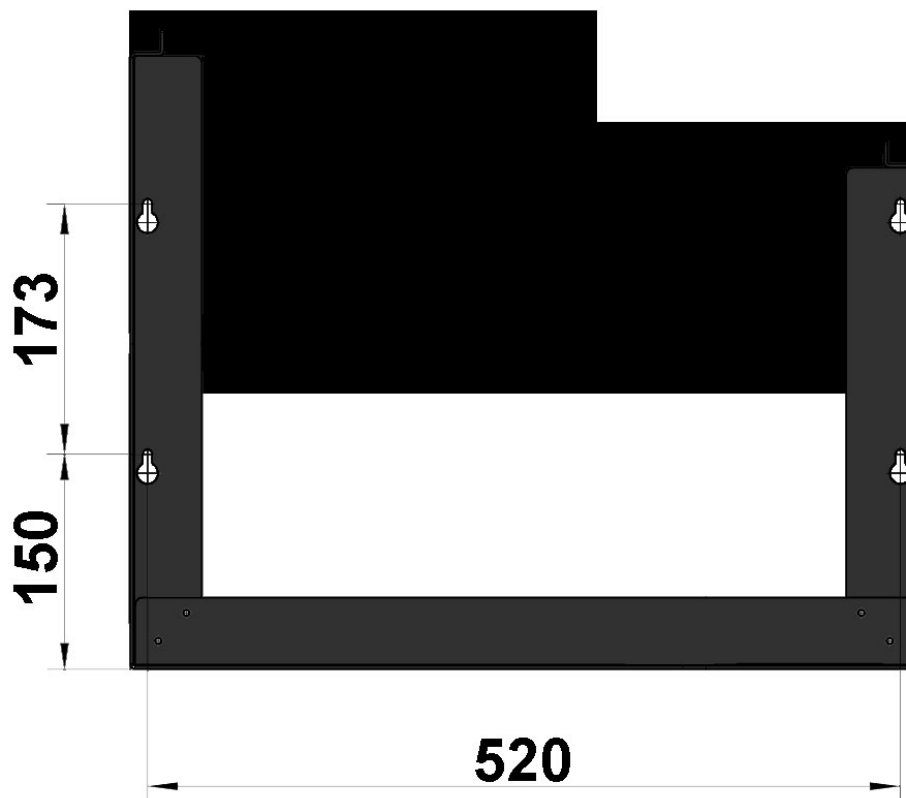

Abb.02
1. Bohrungsabstände (siehe Abb. 02) auf die Wand übertragen.